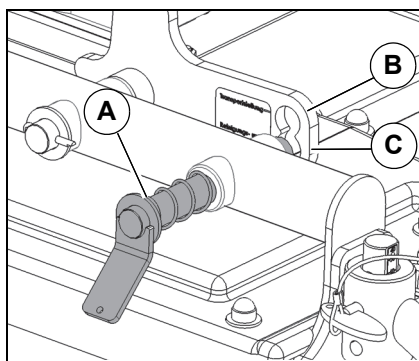

Bild 181:
Transportsäkringen är placerad på klippningsverkets vänstra sida. Fästbulten **Bild 181-A** används för att ställa in klippningsverket för den aktuella driften. Följande inställningar är möjliga:
- Transport: Fästbulten måste säkra klippningsverket i den övre positionen **Bild 181-B**.
- Rengöring: Fästbulten måste säkra klippningsverket i den nedre positionen **Bild 181-C**.